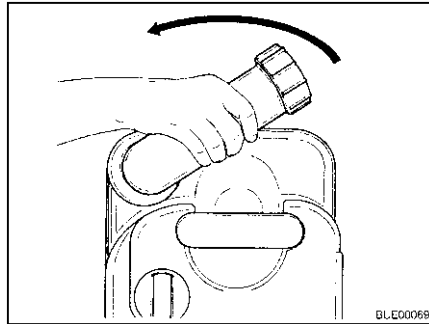

Bild 153 Entleerungsstutzen drehen
- Entleerungsstutzen nach oben drehen (Bild 153).